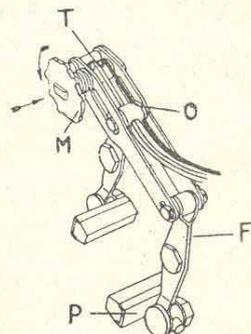

FIG. 8.
Engager ensuite le câble de frein dans le trou « C » du guide-arrêt de gaine, puis dans le trou « T » de l'axe de la manette « M » et le faire dépasser de 4 à 5 mm (Fig. 8). Contrôler que les portepatins (P) soient serrés contre les bras de frein (F) afin de donner le maximum de course aux patins. Vérifier ensuite en appuyant les patins sur la jante, que ceux-ci soient bien en ligne avec le profil de la jante.
RÉGLAGE DES FREINS (Fig. 8)